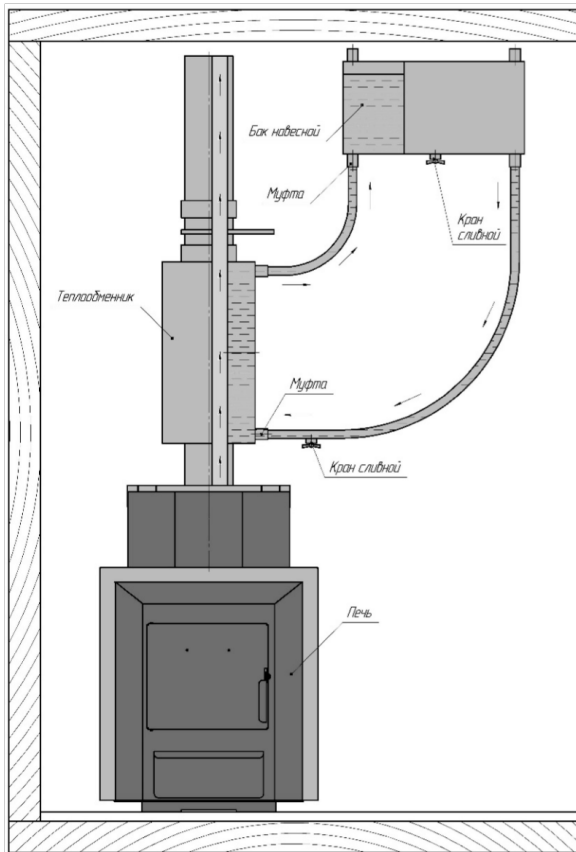

Рисунок 3
2. На печь устанавливается теплообменник, который подсоединяется к выносному баку–это отдельно весящий бак, который может быть размещен, в любом удобном месте или помещении (рисунок 3).